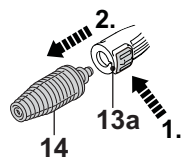

Fig. 24
- Appuyez sur le bouton de déverrouillage (13a) et détachez la buse turbo (14) de la rallonge (13) (Fig. 24).